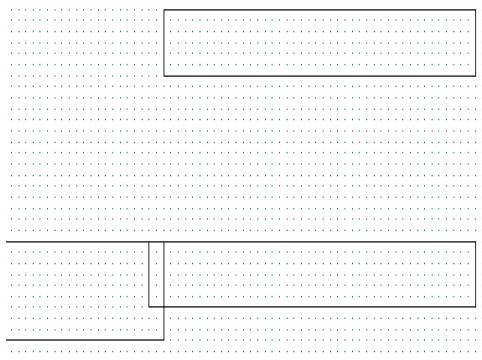

Рис. 4.54
7. Щёлкните левой кнопкой мышки по значку **Copy** и затем по значку **Paste** на панели инструментов. Скопированный проводник подключите к нижнему входному проводнику так, чтобы верхние границы совпадали, а левая граница скопированного проводника перекрывала правую границу входного проводника на две ячейки сетки. Дважды щёлкните левой кнопкой мышки по этому проводнику, установите курсор на синий ромбик в середине правой границы проводника так, чтобы он отображался в виде двойной стрелки, нажмите левую кнопку мышки и сдвиньте курсор вправо на две ячейки, чтобы края обоих проводников были на одном уровне, как показано на рис. 4.54.